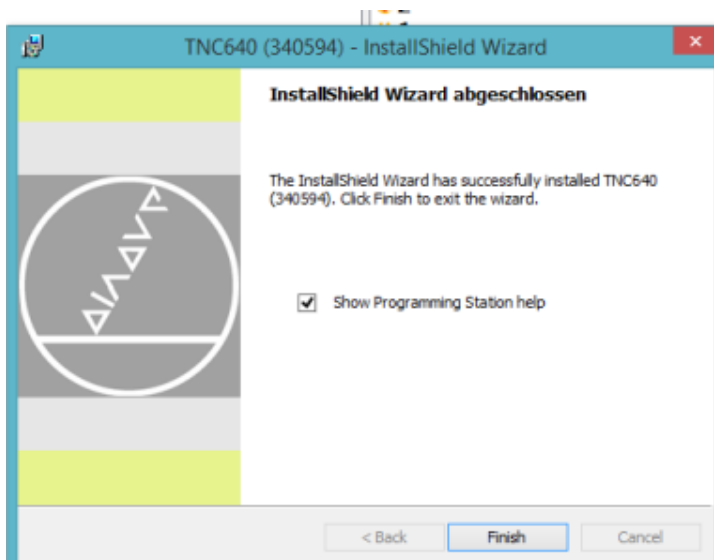

Рисунок 1.9- Закінчення установки
7. Після появи вікна про успішну установку програми натиснути Finish (рис.1.9).